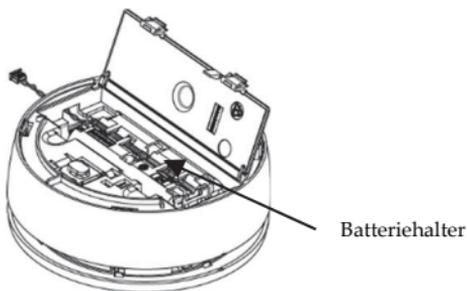

Abbildung 8
4. Öffnen Sie das Batteriefach (siehe Abbildung 8).